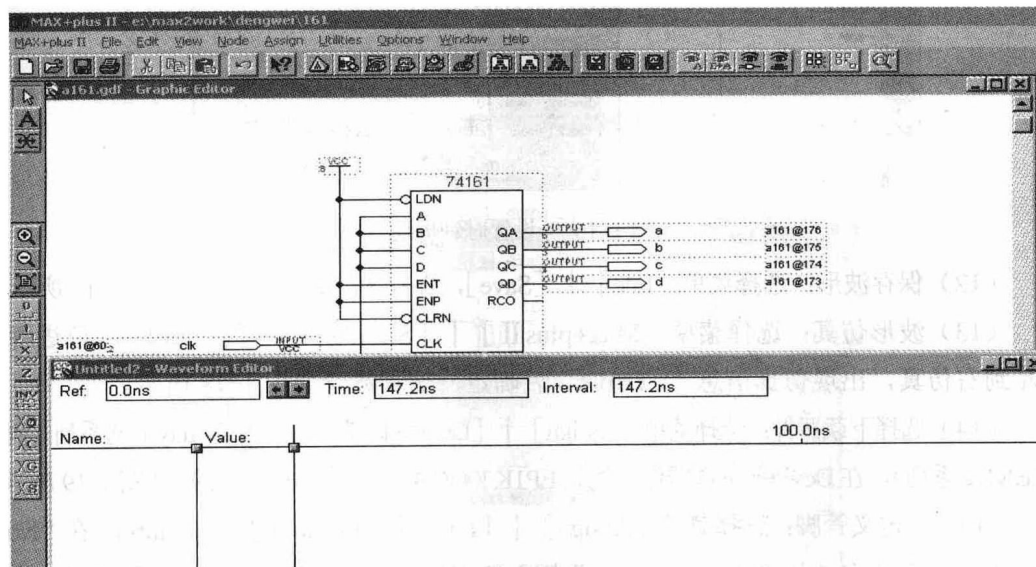

图 1-14 波形编辑主窗口
(9) 波形编辑主窗口: 选择菜单 [Max+Plus II] | [Waveform Editor], 如图 1-14 所示。